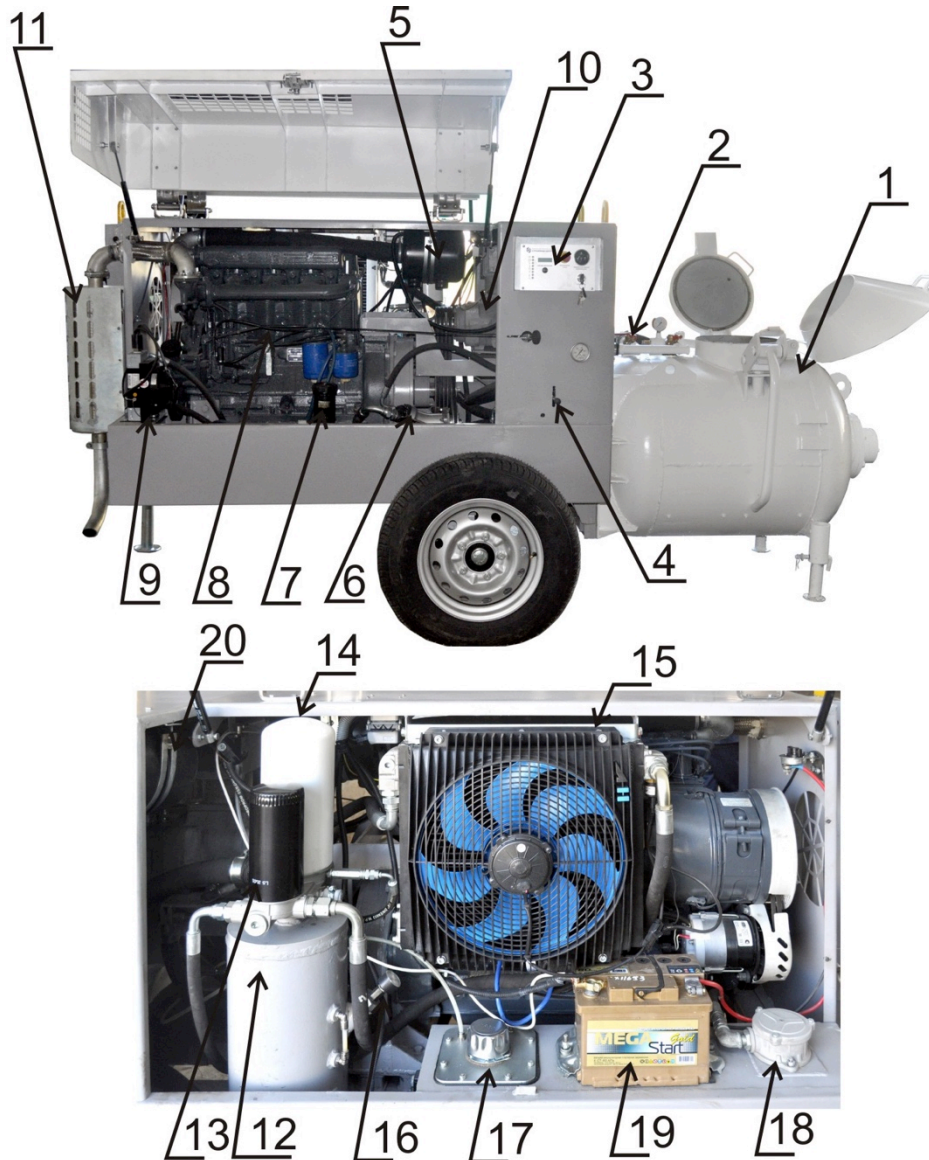

Рисунок 3 – состав изделия.
7.1 Изделие (рисунок 3) представляет собой конструктивно объединенный агрегат, состоящий из: